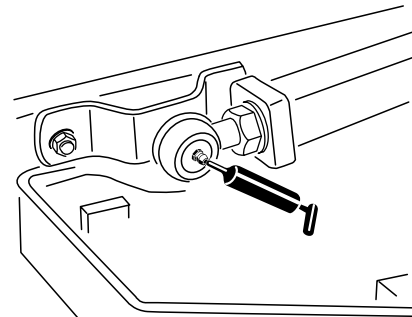

Figure 45
- Rotules de bras de relevage (2) (Figure 45).